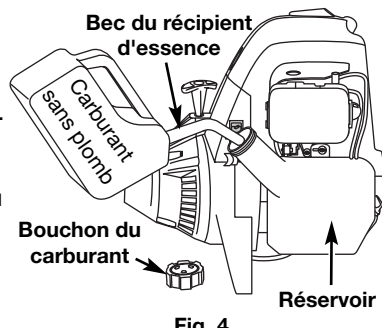

Fig. 4
1. Déposez le bouchon à essence (Fig. 4).